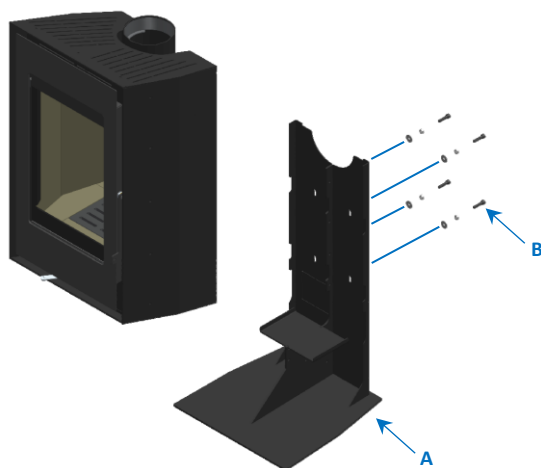
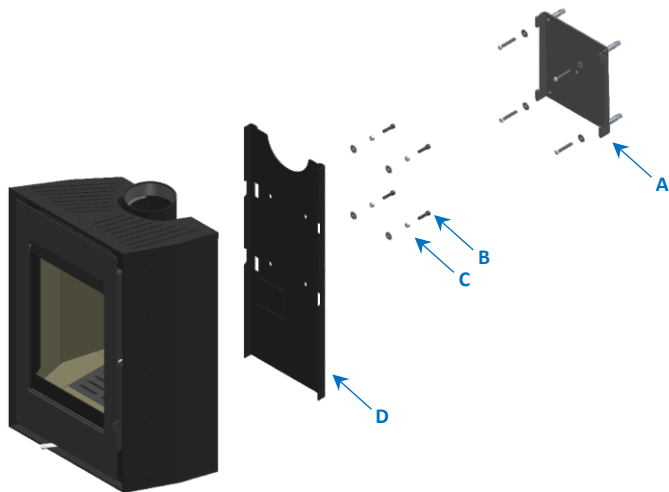

Figure 21 - Retirez le support Tek Wall
Figure 22 - Installez le support mural
2. Installez le support mural (A), Figure 22, à l'aide des ancrages métalliques fournis en fonction de la hauteur à laquelle le poêle doit être placé. Utilisez le support mural (D) pour vérifier la bonne position ;
3. Remplacez ensuite le support de sol, Figure 21 (A), par le support mural, Figure 22 (D), fourni dans le kit acheté, en utilisant les mêmes vis et rondelles que lors de l'opération précédente ;